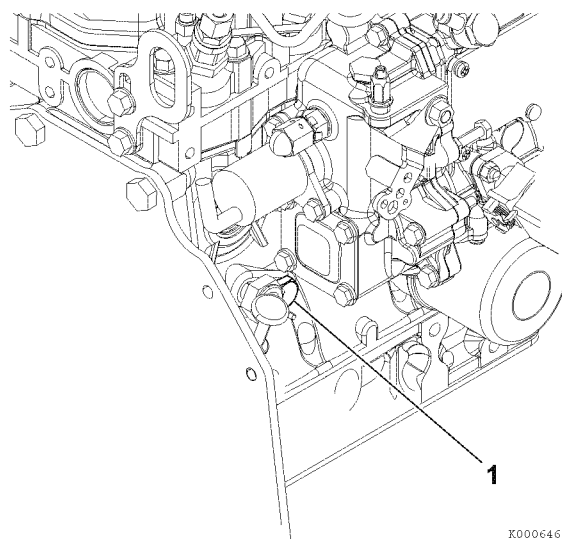

Рисунок 17
- В модели, не оснащенной маслоохладителем, извлеките сливную пробку охлаждающей жидкости (1, Рисунок 17) из блока цилиндров.